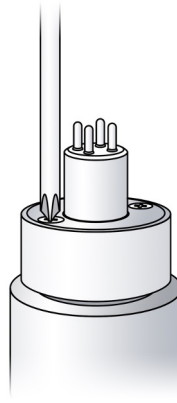

Fig. 2
- Conecte el conector de agua pura (fig. 2).